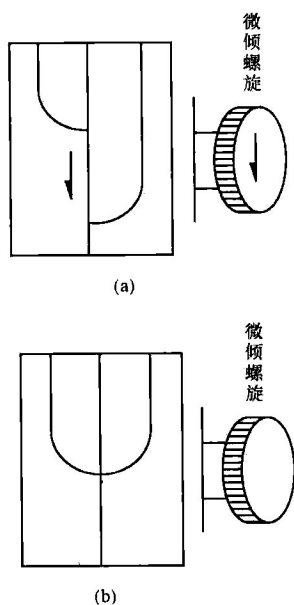

图 1-3
(4)精确整平水准仪。转动微倾螺旋使管水准器的符合水准气泡两端的影像附合,如图 1-3所示。转动微倾螺旋时,要缓慢地调节,避免气泡上下不停错动。